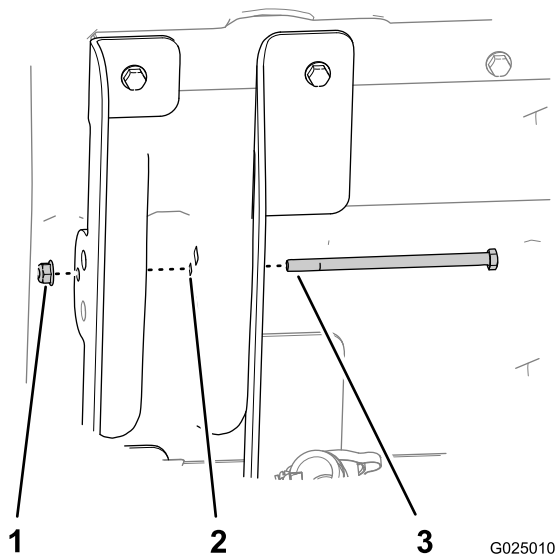

Рисунок 6
6. Вставьте болт с шестигранной головкой (5/16 x 5-1/2 дюйма) сквозь малое отверстие во внутреннем кронштейне платформы (длинные фланцы), конструкцию платформы и наружный кронштейн платформы (короткие фланцы), как показано на Рисунок 6.
7. Затяните от руки болт с фланцевой гайкой (5/16 дюйма) (Рисунок 6).
9. Надежно затяните фланцевую гайку крепления болта (5/16 дюйма) (Рисунок 6).